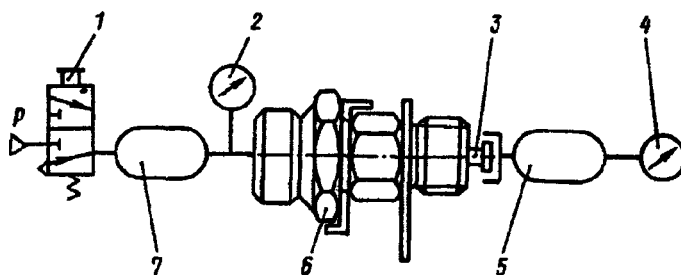

Рис. 330. Схема подключения клапана контрольного
1. Отверните колпачок от прибора 6, подключите прибор по схеме, изображенной на рис. 330.